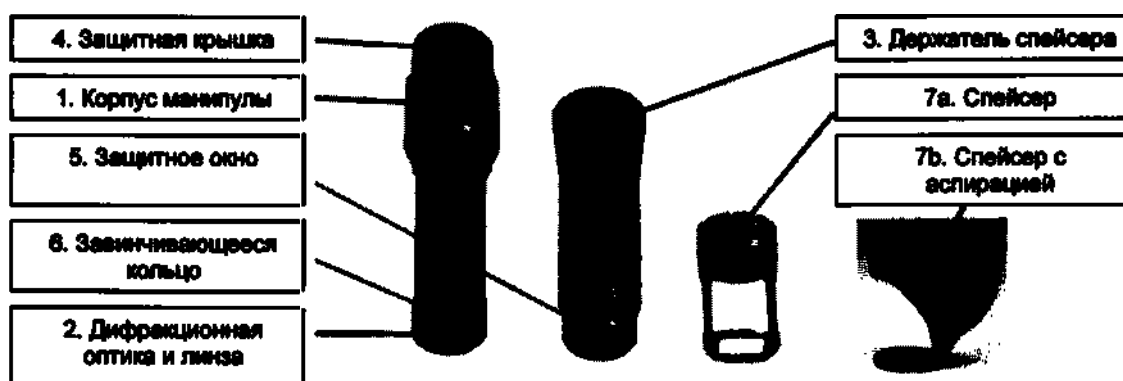

Рис. 2: Компоненты титановой манипулы FS-01/R15X
Манипула состоит из корпуса (1, см. рис. 2) с дифракционной оптикой и фокусирующей линзой (2), держателя слейсера (3), защитной крышки (4), защитного окна (5), заворачивающегося кольца из эластомера (6), съемного слейсера (7а) и опционально: съемного слейсера с аспирацией (7б). Дифракционная оптика и линза крепятся к корпусу манипулы с помощью навинчивающегося кольца (6).